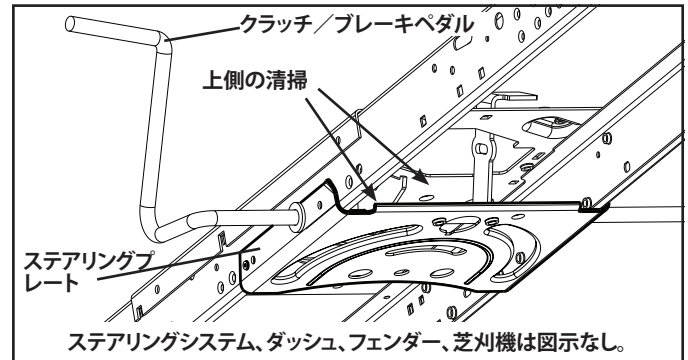

図 38
- ステアリングプレートから異物を取り除いてください。異物によってクラッチ／ブレーキペダルの動きが制限され、ベルトのスリップや駆動のロスが生じるおそれがあります。図 38 を参照してください。